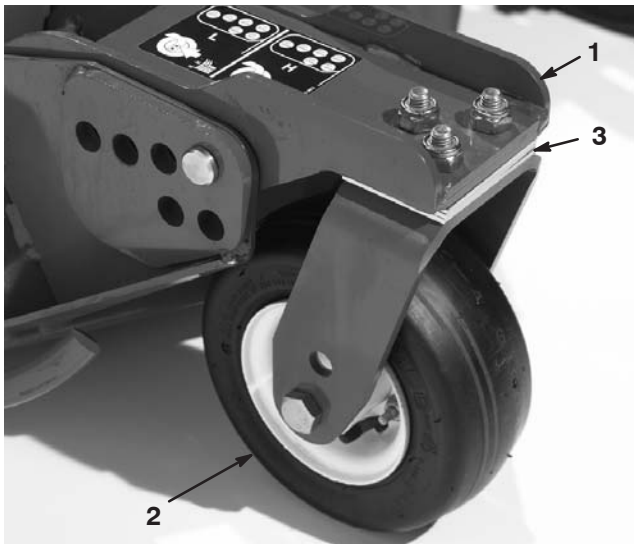

Figure 79
1. Enlevez les vis et écrous de fixation de la roue pivotante à la chape (Fig. 79).